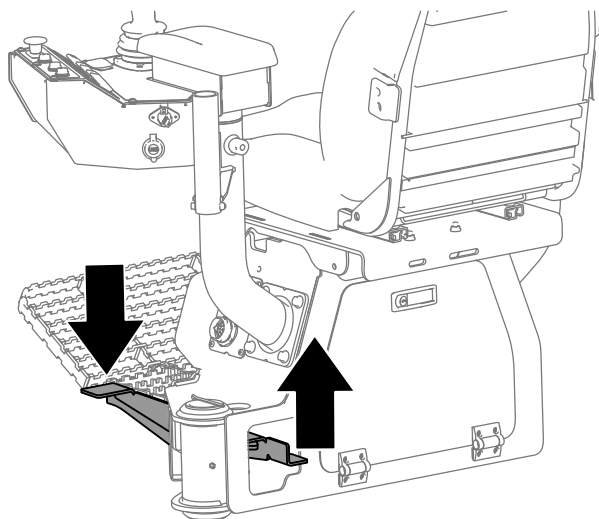

Figure 58
5. Appuyez sur le verrou de la plate-forme opérateur et écartez celle-ci à la position voulue, en vérifiant qu'elle se verrouille en place (Figure 58).